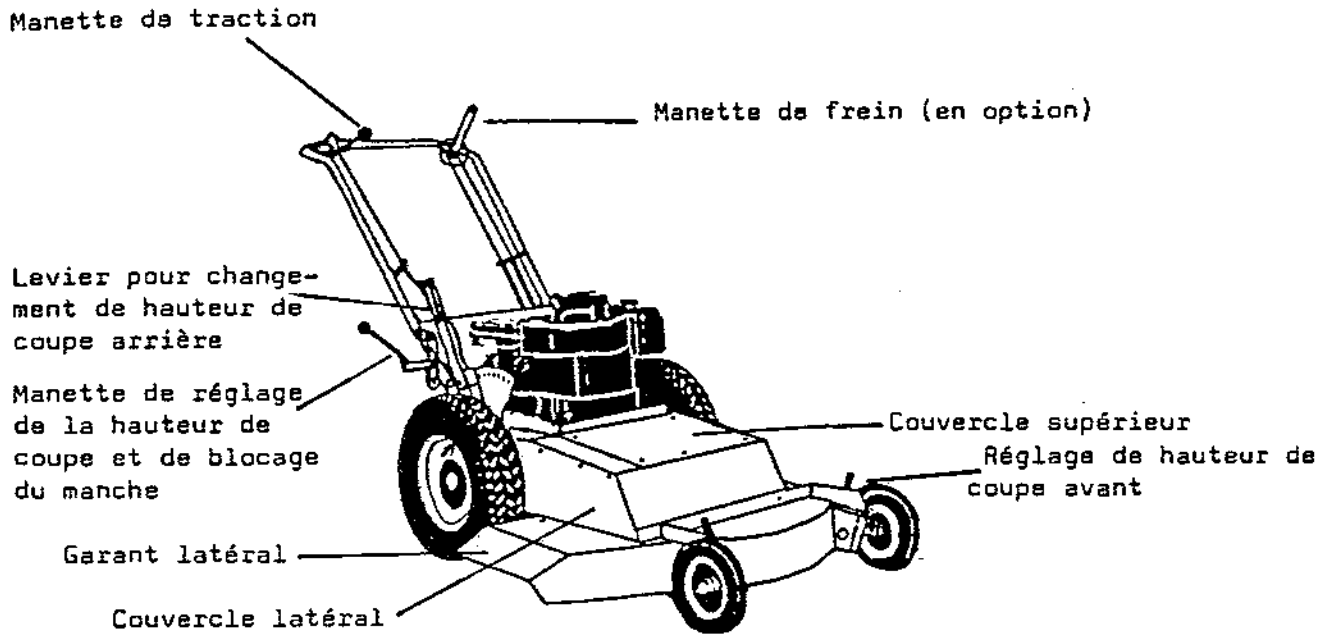

Figure 1
- A. Carter fermé à l'avant (voir fig. 1) avec 2 roues fixes  $\varnothing$  200 mm - système de réglage rapide par levier à 5 positions, de 25 à 87 mm.
Avant de se servir de la tondeuse, veiller à monter les accessoires qui conviennent à l'usage que l'on veut en faire (fig. 1 à 4, pages 2 & 3).
1. Pour la tonte courante de moyennes ou grandes pelouses, monter la tondeuse carter fermé et 2 roues fixes (fig. 1)